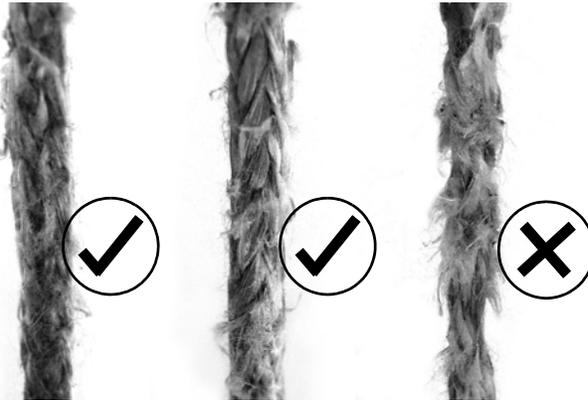
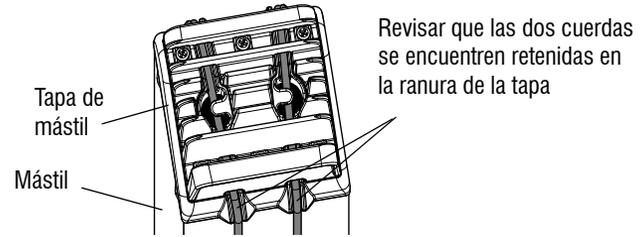
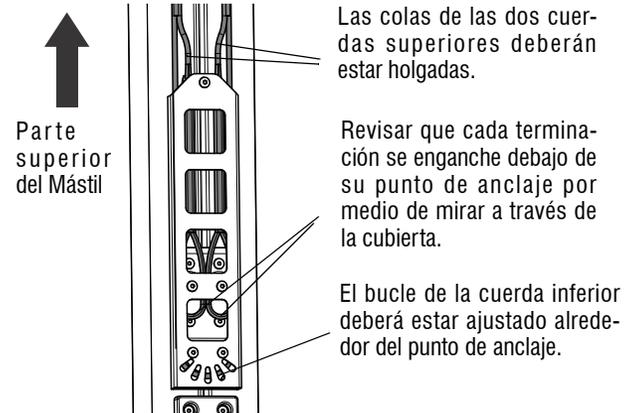

Figura 2-4. Ejemplos de cuerdas nuevas, aceptables e inaceptables
Figura 2-5. Cuerdas retenidas en la tapa del mástil
Figura 2-6. Puntos de anclaje de la cuerda
7. **Conjunto de cuerda** - Revisar que la cuerda no esté deshilachada ni dañada (Figura 2-4.). Asegurarse que esté tensa y asentada correctamente alrededor del tambor enrollado (ver a través de la ventana de inspección del carruaje - ver la Figura 6-3.). Asegurarse que esté asentada correctamente sobre el la tapa del mástil (Figura 2-5.) y en el punto de anclaje en la parte trasera del mástil (Figura 2-6.). Entre las condiciones que indican que la cuerda necesita sustituirse se incluyen:
- 1 Cuerda deshilachada o con pelusa (Figura 2-4.)